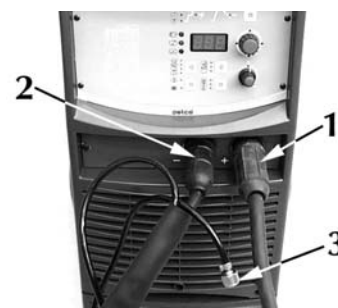

Fig. 6
- 1) Tilslut konnektoren (Fig. 6) på stelklemmen til den positive stikkontakt (+) på strømkilden.